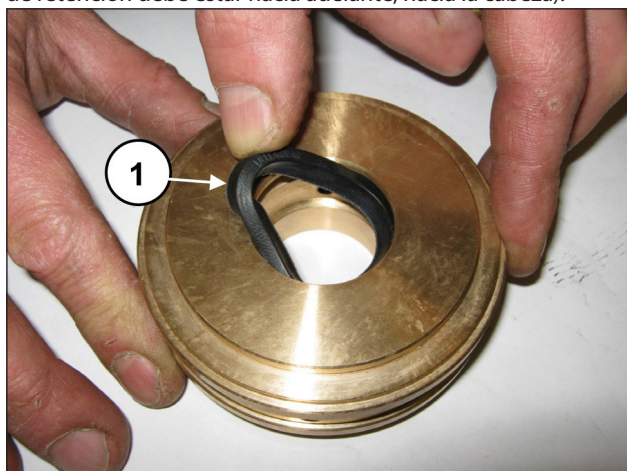

Fig. 177
Introducir la junta de baja presión en el soporte de la junta (pos. ①, Fig. 177) controlando el sentido de montaje (el labio de retención debe estar hacia adelante, hacia la cabeza).